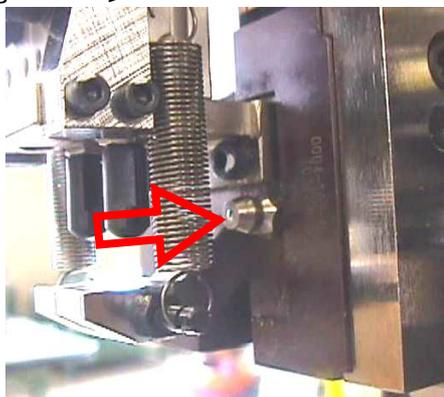

Fig 15-2-2
- b) ターミナルカットスライド部 [Fig 15-2-2]